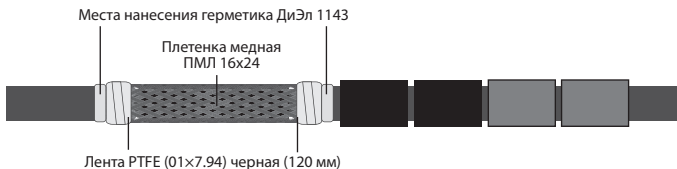

Рис. 7
5.12. Расправить экранирующие оплетки с двух сторон соединения и надеть сверху пленку медную ПМЛ 16×24 длиной 140 мм. Оплетки от кабеля пустить поверх натянутого чулка и равномерно расправить соединение. На середину соединений намотать плотно припой ПОСК 50-18. Полученное соединение сверху закрыть лентой PTFE и прогреть до расплавления воздушным термопистолетом ($T=350\text{ }^{\circ}\text{C}$) (рис. 7).
5.13. Ленту PTFE снять и проверить качество соединения. Припой должен расплавиться и образовать кольцо вокруг оплеток. Если припой не расплавлен, операцию повторить, снова намотав ленту на припой. Затем нанести клей-герметик силиконовый ДиЭл 1143 в указанных местах (рис. 7).